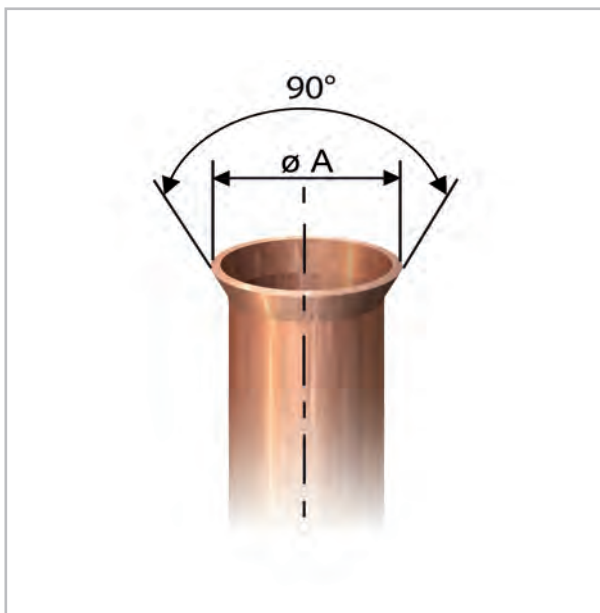

Abb. 38: Korrekte Bördelform
9. Überprüfen Sie, ob der Bördel eine korrekte Form aufweist (Abb. 38).